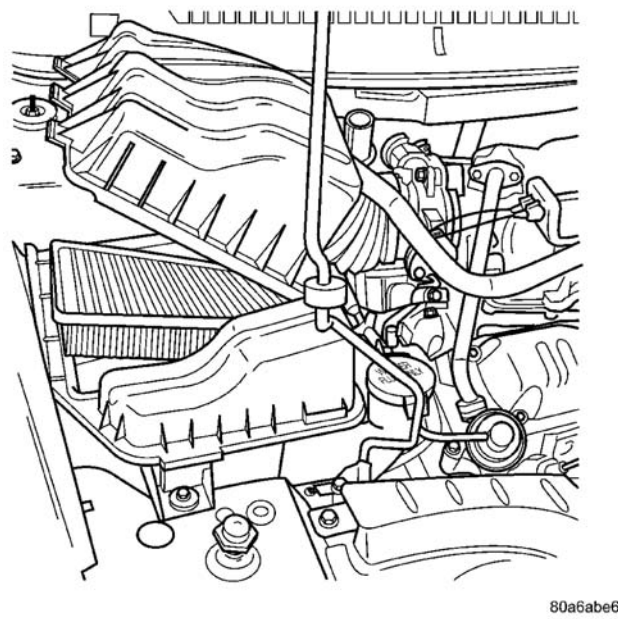

图 5 空气滤清器盖
- (1) 断开蓄电池负极电缆。
- (2) 拆卸空气滤清器盖和进气管(图 5)。
- （5）安装空滤器盖和进气管（图 5）。